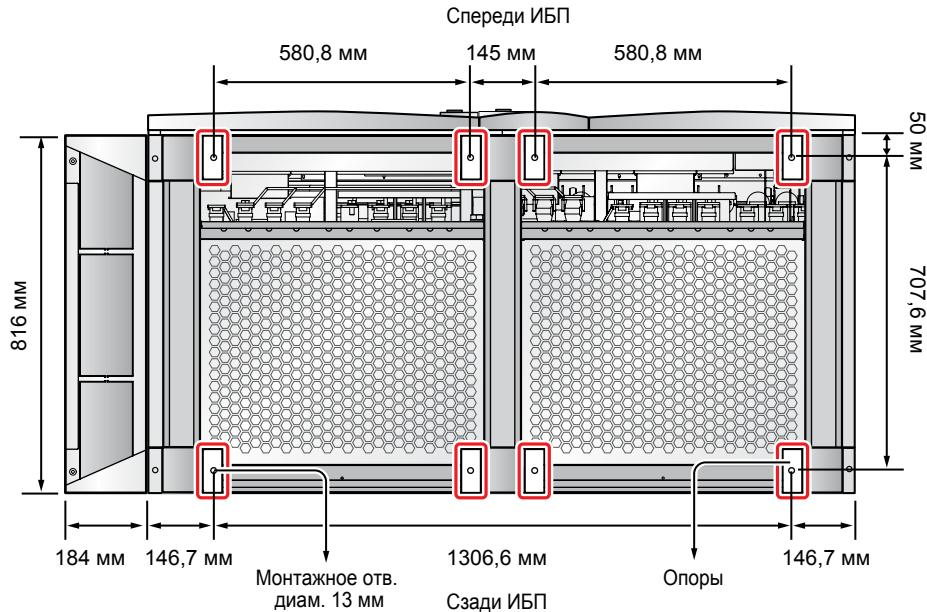

Рис. 6-2. Расположение монтажных отверстий
- 3 Спереди и сзади к нижней части ИБП крепятся восемь опор. Вверните в пол восемь анкерных болтов и ключом головкой 12 мм прикрепите к ним опоры, см. **Рис. 6-2. Расположение монтажных отверстий и Рис. 6-3. Монтаж опор**. Обратите внимание, что анкерные болты в комплект поставки не входят